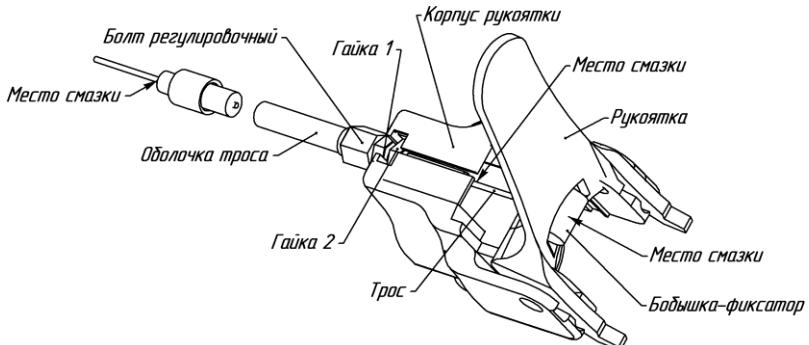

Рис.6. Заделка троса сцепления в рукоятке
Регулировка натяжения приводного ремня производится регулировочным болтом в корпусе рукоятки сцепления. При выворачивании регулировочного болта происходит натяжение ремня. По окончании регулировки болт зафиксируйте гайкой (рис.6).
- смазку троса сцепления (рис.6).